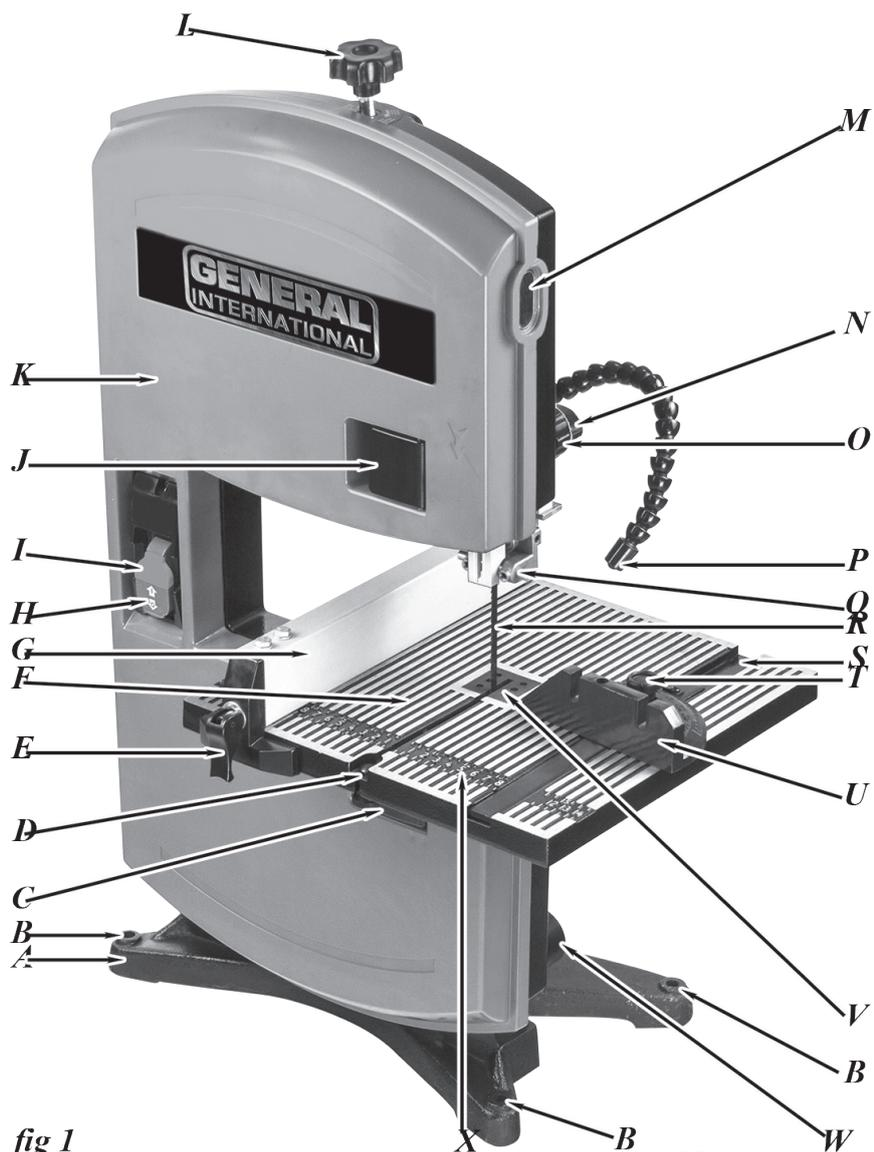

fig 1
1. Desserrez le bouton de verrouillage du guide-lame supérieur (N, fig 1 et 2) et tourner le bouton de réglage du guide-lame supérieur (O, fig 1 et 2), ce qui portera le guide-lame supérieure (A, fig 1 et 2) vers le haut.
1. Desserrez le bouton de verrouillage de guide de lame supérieur (N, fig 1 et 2) et tourner le bouton de guide de lame supérieur (O, fig 1 et 2), ce qui portera le guide de lame supérieure (A, fig 1 et 2) à une position la plus haute.
1. Relevez le levier de barrure de serrage (E, fig 1) sur le guide.
2. Utilisez les trous dans la base de la scie (B, figure 1 et 2) pour marquer et pré-perçage les trous de fixation. Si la scie doit être utilisée dans un endroit, de façon permanente fixer à la surface de travail à l'aide de vis à bois, en cas de montage à bois. Utilisez des boulons, des rondelles et des écrous en cas de montage dans le métal.
- Situé sur le côté moteur de la scie à ruban se trouve une sortie de 1-1 / 2 po (W, figure 1 et 2). Ce port peut être connecté à un système de collecte de la poussière directement en reliant l'extrémité de prise du tuyau de collecteur de poussière.
1. Tournez le bouton de tension de la lame (L. fig 1 et 2) dans le sens horaire, à soulever la partie supérieure roue à aubes et augmenter la tension sur la lame. La lame doit être serré sur la roue, mais ne pas trop serrer la lame.